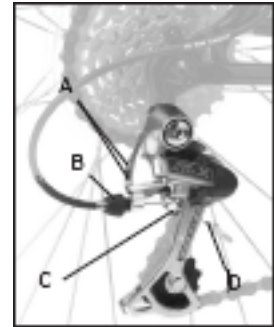

Figure 22 - Dérailleur arrière
2. Desserrez le boulon de serrage du câble (figure 22) jusqu'à ce que le câble soit détendu.